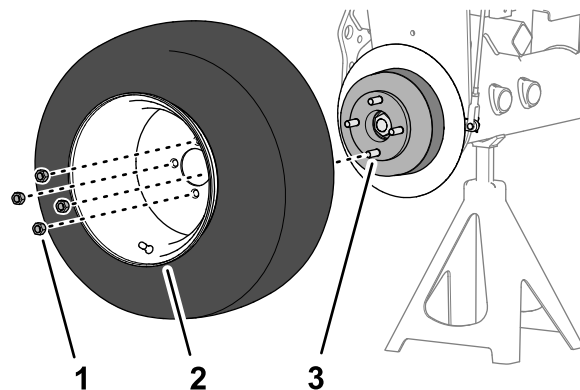

Bild 60
1. Entfernen Sie die vier Radmutter, mit der das Vorderrad an der Nabe befestigt ist, und nehmen Sie das Rad ab (**Bild 60**).